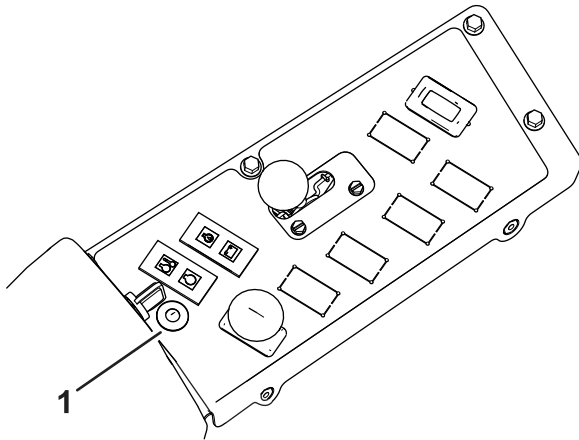

Bild 11
A. LED-Leuchte auf der Konsole (**Bild 11**):
- i. Die LED-Leuchte (**Bild 11**) blinkt, wenn der Sensor kalibriert wird.
Die Leuchte und der Signalgeber zeigen den Grad der Steigung an (Bild 11):